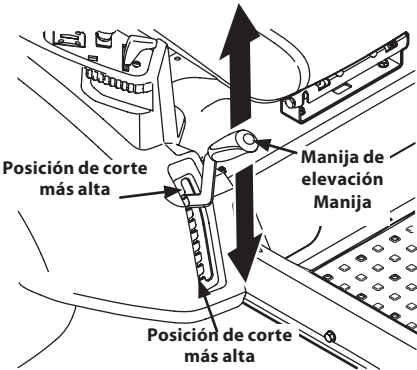

Figura 4-12
- Usando la manija de elevación de la plataforma, levante la plataforma a la posición que le ofrece mayor recorrido horizontal de la correa entre las poleas locas de la plataforma y la polea de la PTO en la base del motor. Consulte la Figura 4-12.
- Baje la plataforma hasta la posición de corte más baja usando la manija de elevación de la plataforma. Consulte la Figura 4-12.
- e. Baje la plataforma hasta la posición de corte más baja usando la manija de elevación de la plataforma. Consulte la Figura 4-12.
7. Ubique la manija de elevación de la plataforma en la posición de corte más elevada y deslice la plataforma hacia afuera desde abajo del tractor. Consulte la Figura 4-12.
1. Ubique la manija de elevación de la plataforma en la posición de corte más elevada. Vea la Figura 4-12.